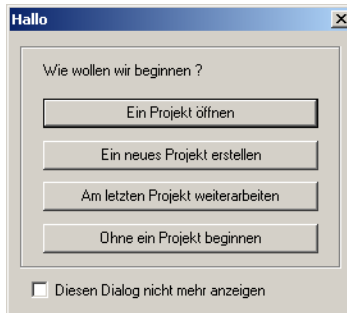

Abbildung 3.8. Dialogfeld "Hallo"
1. Klicken Sie im Dialogfeld **Hallo**, Abbildung 3.8, auf **Ein Projekt öffnen**.